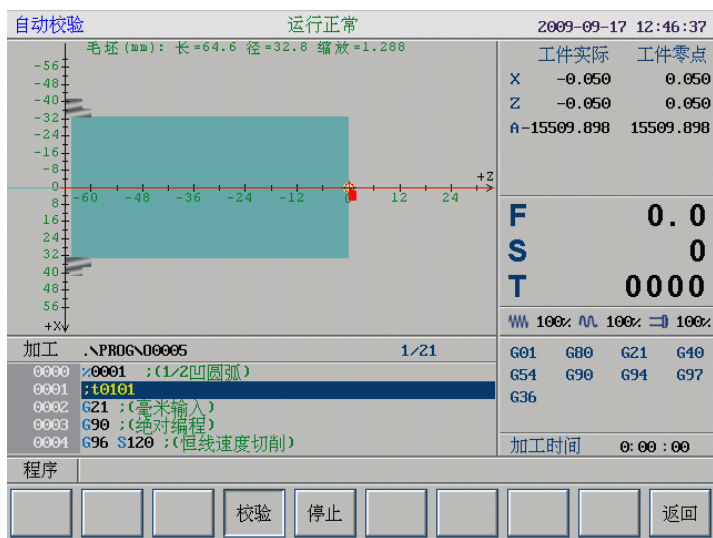

图 5-14 校验运行界面
- (1) 调入要校验的加工程序（程序→选择）；
- (2) 按机床控制面板上的“自动”或“单段”按键进入程序运行方式；
- (3) 在程序菜单下，按“校验”对应功能键，此时软件操作界面的工作方式显示改为“自动校验”（图 5-14）；
- (4) 按机床控制面板上的“循环启动”按键，程序校验开始；
- (5) 若程序正确，校验完后，光标将返回到程序头，且软件操作界面的工作方式显示改为“自动”或“单段”；若程序有错，命令行将提示程序的哪一行有错。